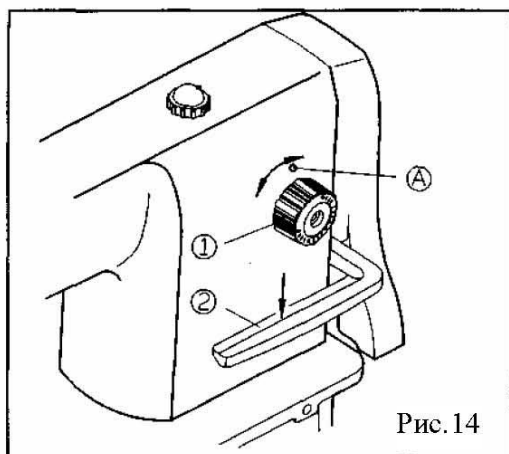

Рис.14
1. Установите регулятор длины стежка 1 для получения нужной длины стежка против точки А на машине (Рис.14).